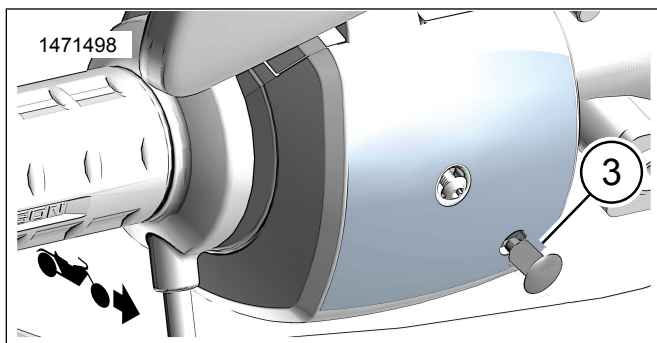

Figure 6. Bouchon
6. Voir la figure 6. Installer une nouvelle prise (3).